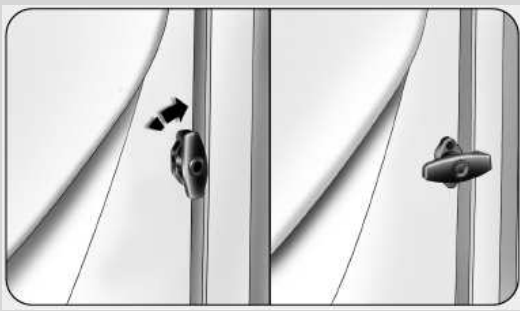

Fig. 5
**Säkerhetslås till ingången fig. 5**